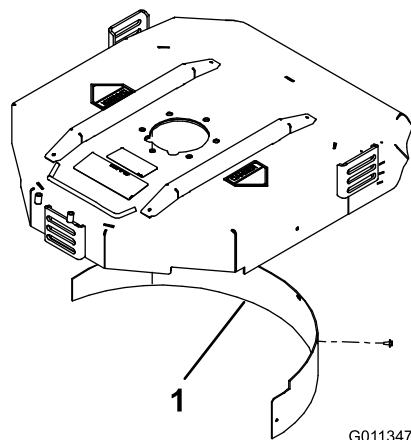

图 8
2. 将碎草隔板装入后开口内并使用 5 个凸缘头螺栓进行固定图 8。